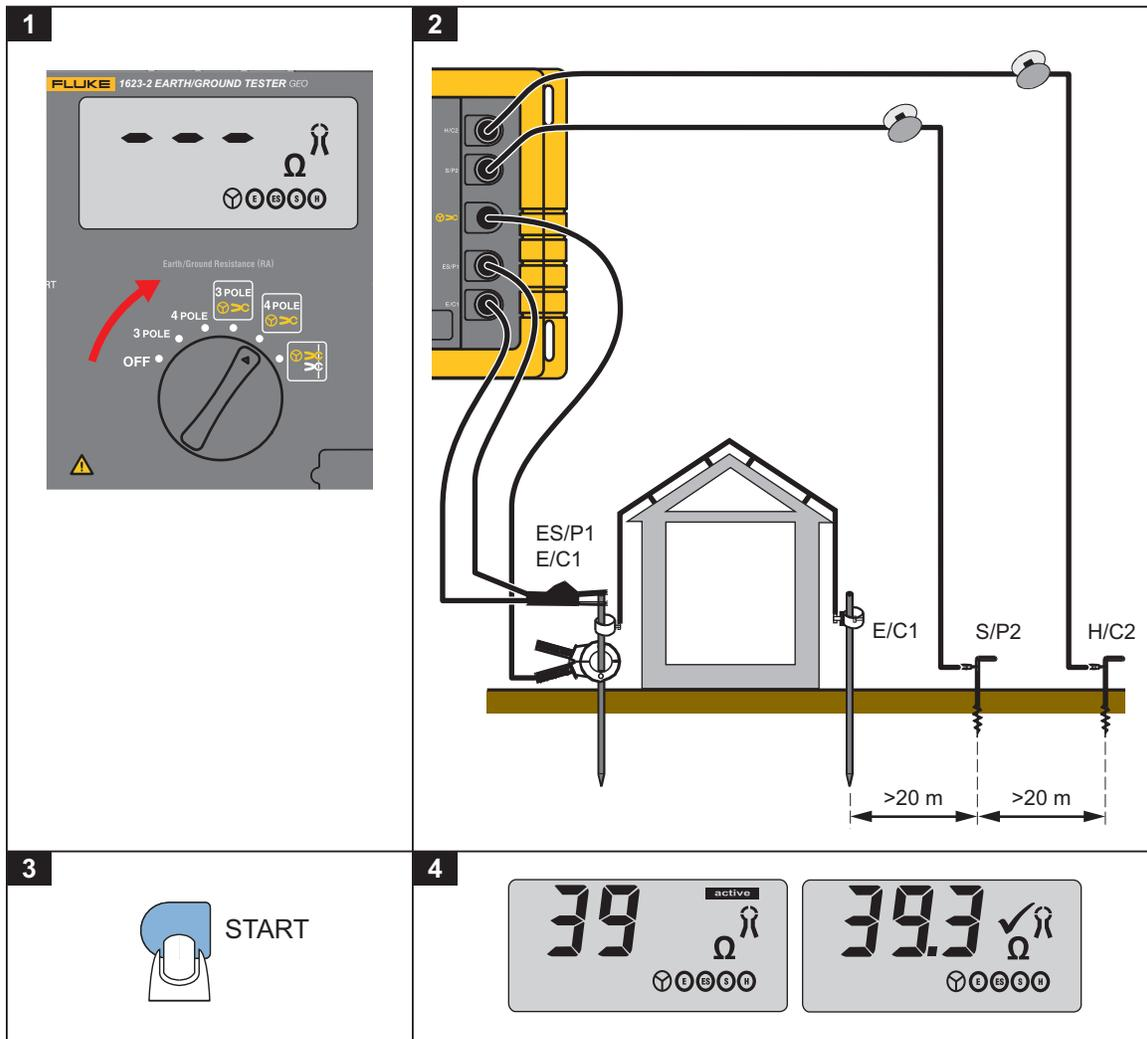

Figura 7. Medición de resistencia selectiva R_A de 4 polos con pinza de corriente
1. Seleccione la función **4 POLOS** . Consulte la Figura 7.